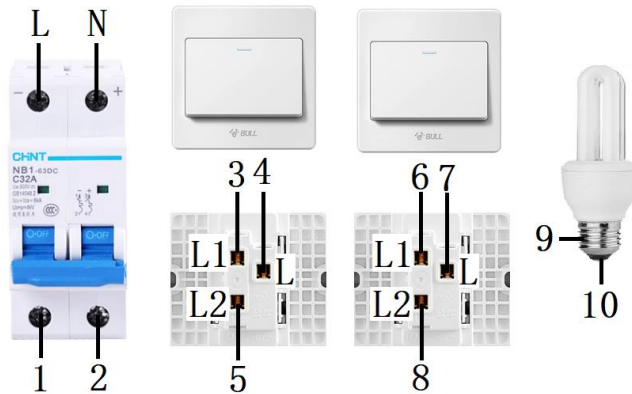

图 1
1.如图 1 所示照明电路部件，要实现两个开关控制一盏灯，下列连接方法正确的是（ ）